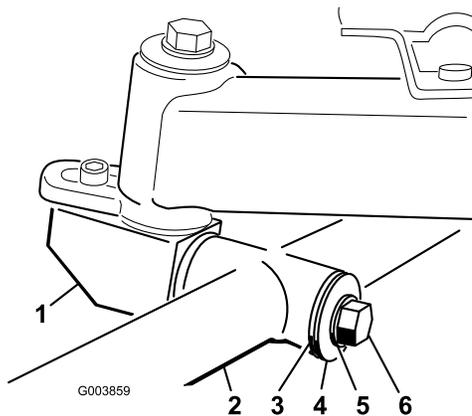

Figure 9
5. Alignez l'arbre de montage du plateau de coupe sur le tube de pivot du bâti porteur. Insérez l'arbre dans le tube (Figure 9).
- 6. Fixez l'arbre dans le tube de pivot au moyen d'une rondelle de butée, d'une rondelle plate, d'une rondelle-frein et d'un boulon (Figure 9).